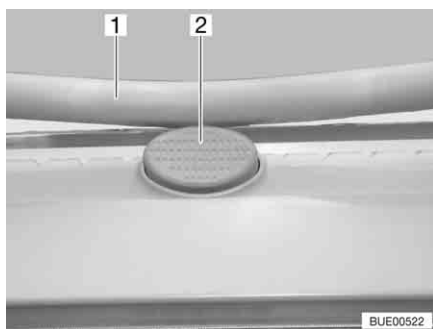

Bild 67 Låsknapp på Heki-takluckan
- Tryck på låsknappen (Bild 67,2) och dra ner bygel (Bild 67,1) med båda händerna.
- Tryck bygel uppåt med båda händerna tills bygel ligger ovanför låsknappen (Bild 67,2).
- Tryck på låsknappen (Bild 67,2) och dra ner bygeln (Bild 67,1) med båda händerna.